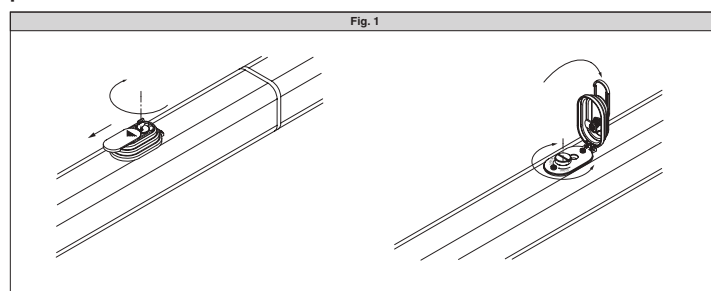

Fig. 1
zu erleichtern. Hierzu muß die kleine Abdeckung in Pfeilrichtung verschoben werden (Abb.1) bis das Schloß freiliegt. Nun den Schlüssel einstecken, um 90° im Uhrzeigersinn drehen und die gesamte Entriegelungsabdeckung abziehen. Der Kugelgriff muß so weit wie möglich in Pfeilrichtung gedreht werden.
En casos de emergencia, por ejemplo cuando se ha cortado el suministro de corriente, para desbloquear la cancela, hay que abrir la electrocerradura con la llave asignada y abrir manualmente la hoja, accediendo, eventualmente, al pomo de desbloqueo para facilitar la maniobra. Para tener acceso al pomo de desbloqueo, se tiene que abrir la tapa en el sentido indicado por la flecha (fig. 1) hasta que se vea la cerradura, insertar la llave, girar 90° en el sentido de las agujas del reloj y levantar todo el grupo asignado para cubrir el dispositivo de desbloqueo tirando de la misma. El pomo tiene que girarse todo lo que resulte posible en el sentido indicado por las flechas.
Em casos de emergência, por exemplo quando falta energia eléctrica, para desbloquear o portão, é necessário abrir a fechadura eléctrica com a sua chave, abrir manualmente a folha, eventualmente agir sobre o botão de desbloqueio para facilitar a manobra. Para ter acesso ao botão de desbloqueio deve-se deslocar a tampa no sentido indicado pela seta (fig.1) até descobrir a fechadura, introduzir a chave, girar em sentido horário de 90° e erguer todo a cobertura do desbloqueio puxando-a pela própria chave. O botão deve ser girado o quanto possível no sentido indicado pelas setas.
3) PARTI PRINCIPALI DELL'AUTOMAZIONE (Fig.1)